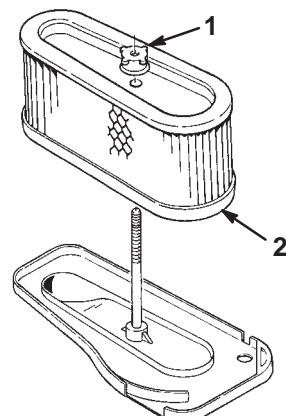

Figure 20
5. Dévissez l'écrou en caoutchouc et retirez l'élément en papier (Fig. 20).
- Enfilez le filtre complet sur la longue tige. Vissez ensuite l'écrou en caoutchouc à la main, en appui contre le filtre à air (Fig. 20).